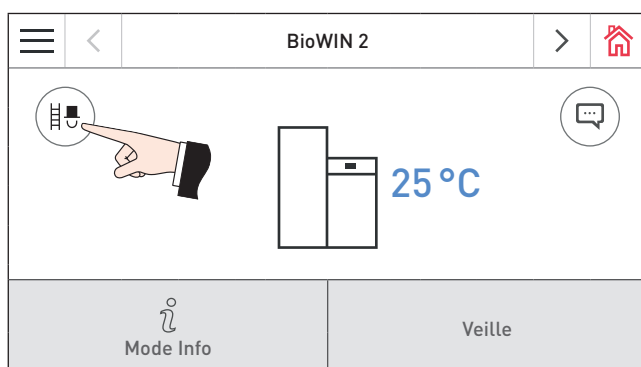

Fig. 17 Écran d'accueil BioWIN 2
- Appuyer sur le bouton Mode ramoneur ☰ sur l'écran d'accueil la chaudière – Fig. 17.